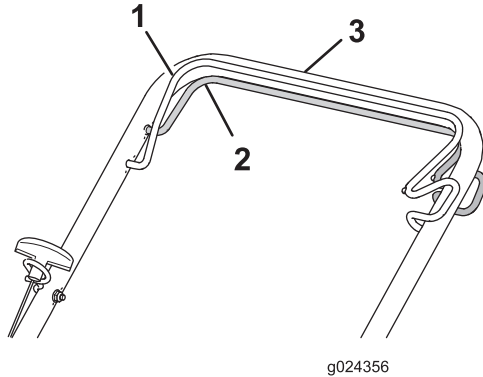

Bild 17
- **Einkuppeln des Selbstantriebs:** Halten Sie den Selbstantriebsbügel gegen den Bügel (Bild 17).